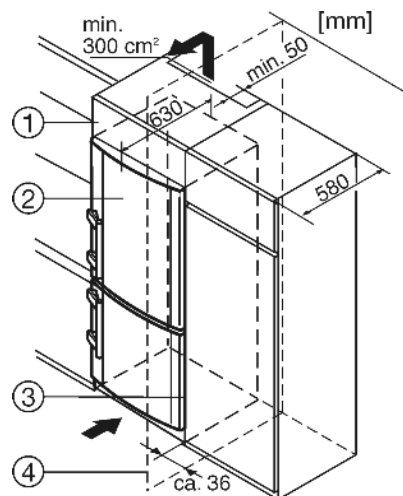

Fig. 12
- (1) Mobile da appoggio
- (2) Apparecchio
- (3) Mobile da cucina
- (4) Parete
L'apparecchio può essere incassato nell'arredamento per la cucina. Per adattare l'apparecchio Fig. 12 (2) all'altezza della cucina componibile, è possibile applicare sopra l'apparecchio un adeguato mobile da appoggio Fig. 12 (1).
Nell'incasso con mobili da cucina a norma (profondità max. 580 mm) l'apparecchio può essere installato direttamente accanto al mobile da cucina Fig. 12 (3). La porta dell'apparecchio sporge di lato 34 mm e al centro dell'apparecchio 50 mm rispetto alla parte anteriore del mobile da cucina. Questo consente una perfetta apertura e chiusura.
Se l'apparecchio con cerniere viene installato accanto ad una parete Fig. 12 (4), la distanza minima fra l'apparecchio e la parete deve essere almeno di 36 mm che corrisponde alla sporgenza della maniglia con la porta aperta.